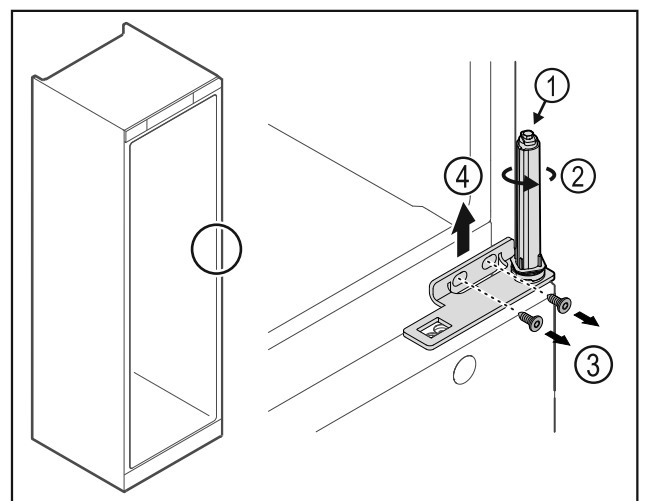

Fig. 32
- ▶ Не розбирати систему закриття дверей Fig. 32 (1).
- ▶ Повертати систему закриття Fig. 32 (2) до кляцання.
- ▶ Ослабити гвинти Fig. 32 (3), шарнірний кутик Fig. 32 (4) зняти рухом вгору.